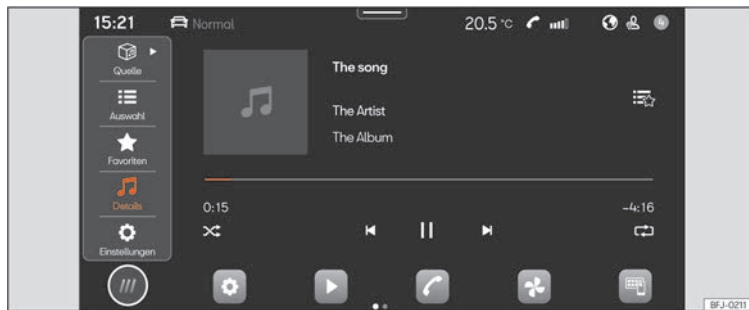

Abb. 127 Schematische Darstellung: Ansicht Medien
- Drücken Sie **HOME > ▶ >>> Abb. 127.**